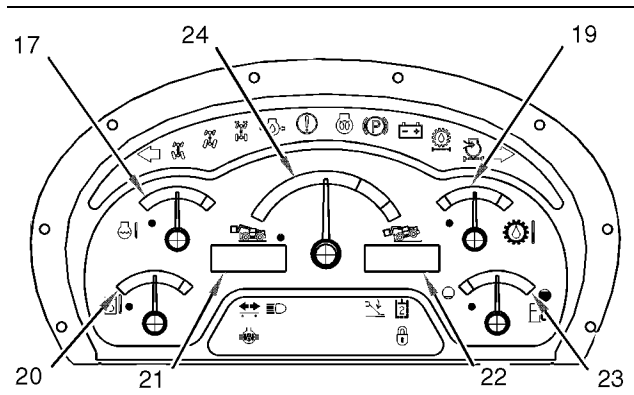

Ilustración 147
Indicador de estabilidad longitudinal (24) – Este medidor (si tiene) indica la estabilidad longitudinal de la máquina. Vea la ilustración 147. Vea más información en “Indicador de estabilidad longitudinal”.